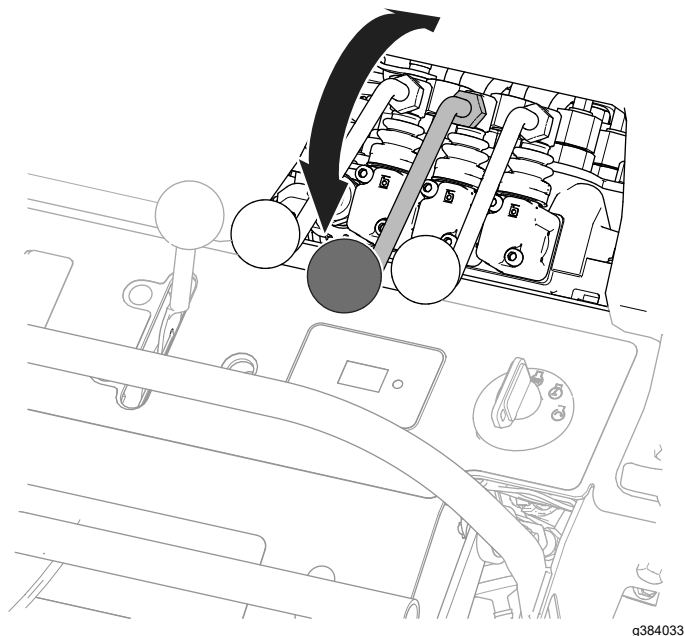

Figure 3
6. Actionnez la commande de l'accessoire ventral en avant et en arrière pour évacuer la pression hydraulique (Figure 3).